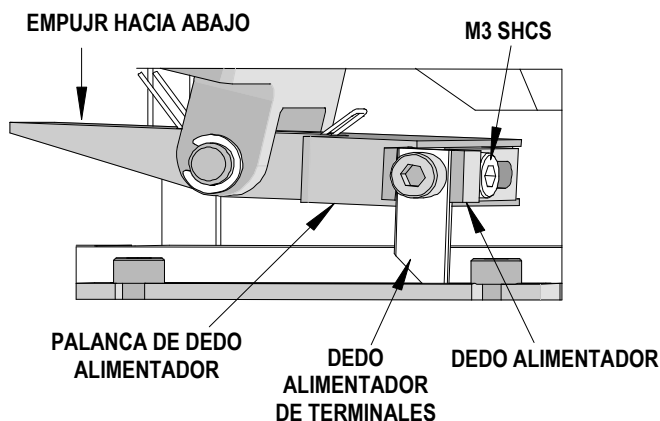

Figura 2-28
3. Use una llave hexagonal de 2.5 mm, afloje los M3 SHCS ubicados en el soporte del dedo alimentador. Mientras sujeta levemente hacia abajo la palanca del dedo alimentador, deslice el dedo alimentador hasta la posición deseada. Véase la Figura 2-28.